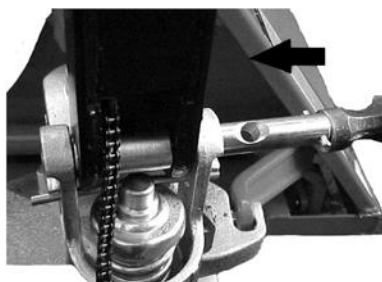

Bild 6 Axelmantering
- a) Sätt in styrarmen (1) i pumpkolven och använd sedan en hammare för att föra in axeln med hål i hydraulpumpen och styrarmen (Bild 6).